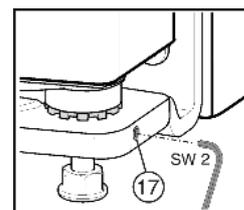

Fig. 12
- u Dévisser un peu la vis sans tête Fig. 12 (17) (maximum un tour!).
- u Resserrer la tige filetée Fig. 12 (17) pour fixer le pivot.